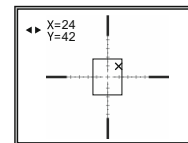

Fig.4
9) Sur l'afficheur s'affichent: la croix auxiliaire X de couleur rouge, les flèches horizontales et les coordonnées de la croix auxiliaire ☼ $X=00$ $Y=00$ (Fig. 4).